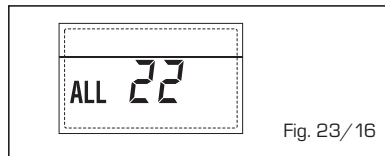

Fig. 23/16
- DELIVERY PROBE BREAKDOWN ANOMALY SECOND MIXED ZONE "ALL 23" (fig. 23/17)